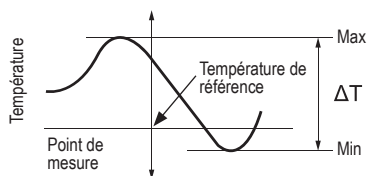

Fig. 2
- L'écran affiche la température actuelle et la différence ΔT entre la température la plus élevée et la température la plus basse (fig. 2).